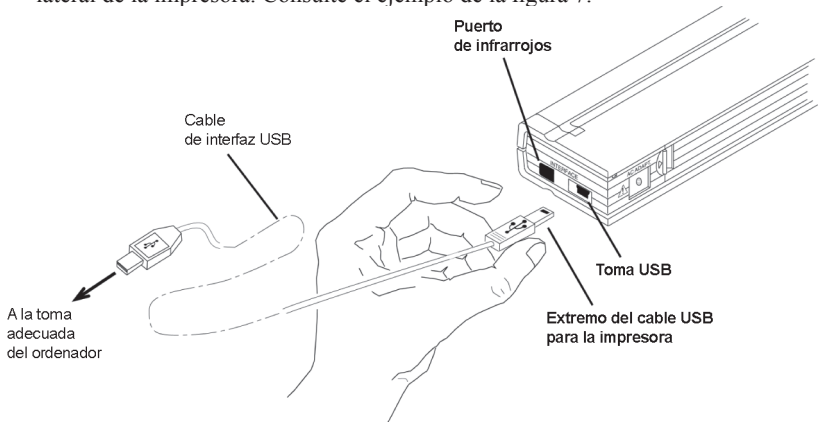

Figura 7. Conexión de la PocketJet al ordenador
3. Inserte el extremo del cable en la impresora, en el conector de interfaz situado en el lateral de la impresora. Consulte el ejemplo de la figura 7.